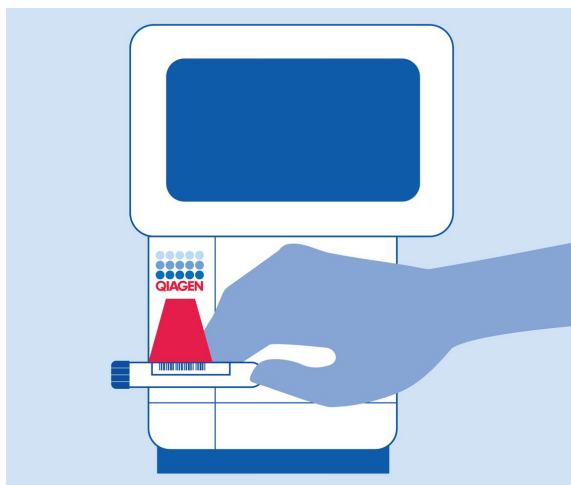

Figura 11. Lendo o código de barras de ID da amostra.
2. Quando solicitado, leia o código de barras de ID da amostra no tubo de LCR que contém a amostra ou leia o código de barras de informações do espécime localizado na parte superior do QIAstat-Dx ME Panel Cartridge (consulte a etapa 3) usando o leitor de código de barras frontal integrado do QIAstat-Dx Analyzer 1.0 ou do QIAstat-Dx Analyzer 2.0 (Figura 11).